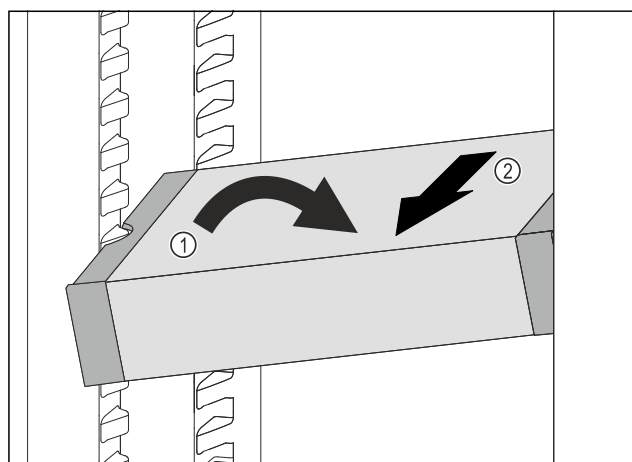

Fig. 137
- ▶ Расположите VarioSafe в холодильном отделении под наклоном. Fig. 137 (1)
- ▶ Извлеките VarioSafe движением вперед. Fig. 137 (2)